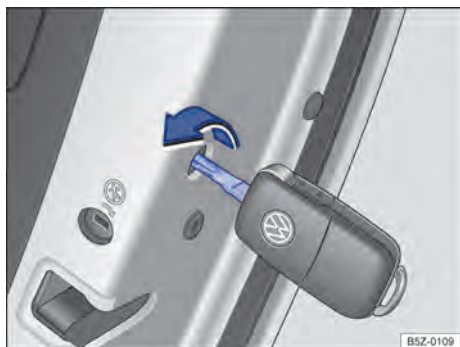

Fig. 53 Travamento de emergência do veículo com a chave do veículo.
- Remover a vedação de borracha na lateral da porta. A vedação está identificada por um cadeado → Fig. 53.
- Inserir a haste da chave na fenda → Fig. 53 e girar no sentido horário (para fora do veículo) até o batente.